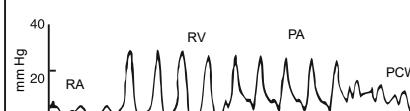

Figura 3
8. Figura 3 ilustrează unda standard de presiune din circulația pulmonară și cardiacă în timpul introducerii cateterului.